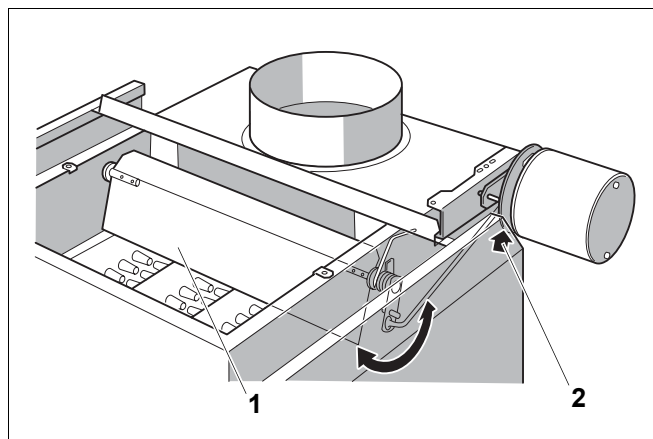

Рис. 35 Проверка запорного клапана дымовых газов (дополнительная комплектация)
- При запросе на покрытие тепловой нагрузки запорный клапан дымовых газов (рис. 35, **поз. 1**) должен переходить в положение "Открыто". Проконтролируйте это по движению рычажка (рис. 35, **поз. 2**).